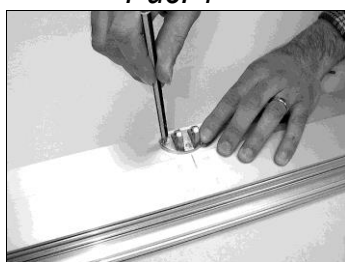

Рис. 4
- D. Установите передний кронштейн у отметки средней линии на подвижной части оконного блока и отметьте на ней места для сверления трех крепежных отверстий (Рис. 4).
- D. Установите передний кронштейн у отметки средней линии на неподвижной части оконного блока и отметьте на ней места для сверления трех крепежных отверстий (Рис. 4).